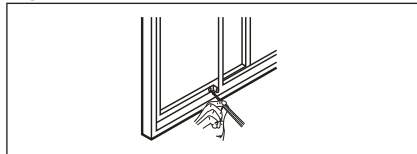

Fig. 22
7. Sätt fast skjutbågen genom att fästa den högra vinkelbågsspärren med 1/2-tumsskruv (12,7 mm) enligt bilden (Fig. 22).